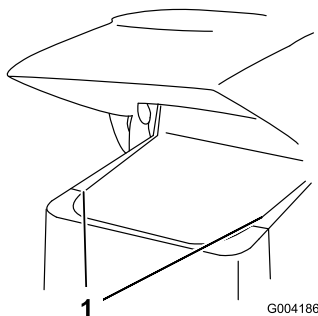

Bild 24
2. Schieben Sie die Seitengitter (Bild 24) nach oben und aus den Schlitzen im vorderen Gitter und im Rahmen.